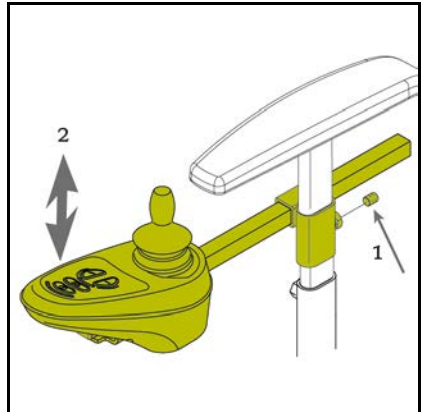

Figure 4.14
**Réglage de la hauteur du boîtier de commande (fig. 4.14).**